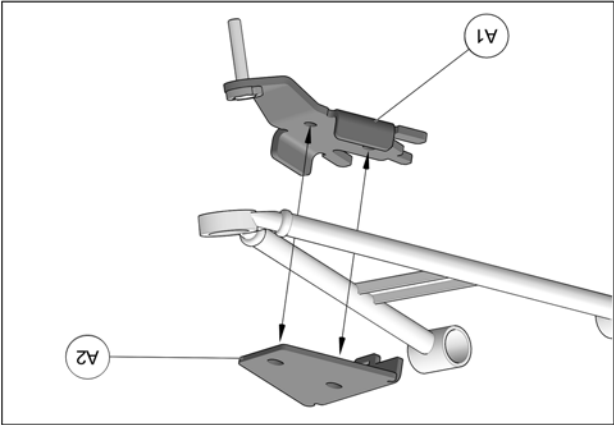

Fig. 17
5. Positionner la partie inférieure de l'ancrage anti-rotation (A1) sous le bras de suspension inférieur. Positionner la partie supérieure (A2) au-dessus du bras de suspension. Voir la Fig. 17